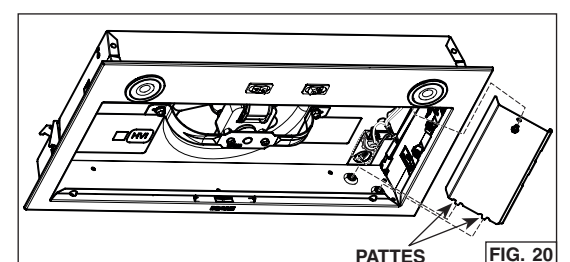

FIG. 20
2. Remettre en place le couvercle du compartiment électrique en s'assurant que les pattes du bas sont insérées dans leur emplacement surélevé. Le fixer à la hotte à l'aide de sa vis de retenue (FIG. 20).